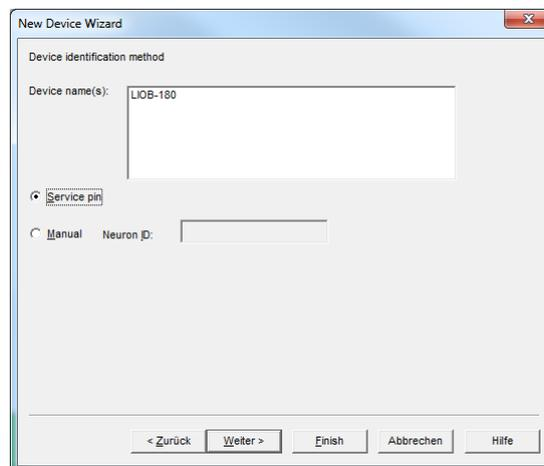

Abbildung 97: Verwenden des Service-Pins
- Überprüfen Sie den Service-Pin, wie die Geräte-Identifizierungsmethode in der Abbildung 97 zeigt und drücken Sie auf **Next**.